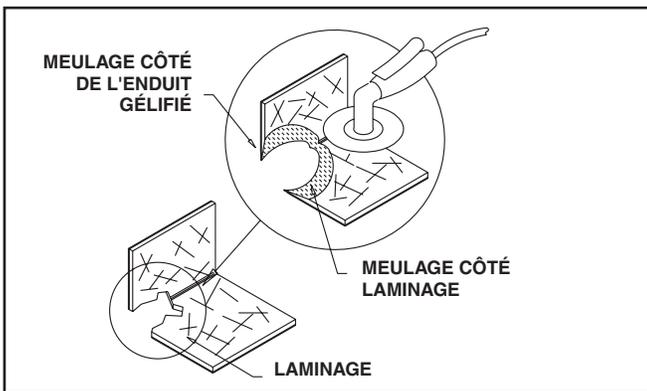

Figure 25 - Découpage de la zone
1. Délimiter la zone à remplacer en traçant autour d'elle une forme géométrique simple, telle qu'un carré, un rectangle, un rond ou un triangle. Découper la zone à remplacer à l'aide d'une scie, d'une toupie ou d'une meule. Voir Figure 25.